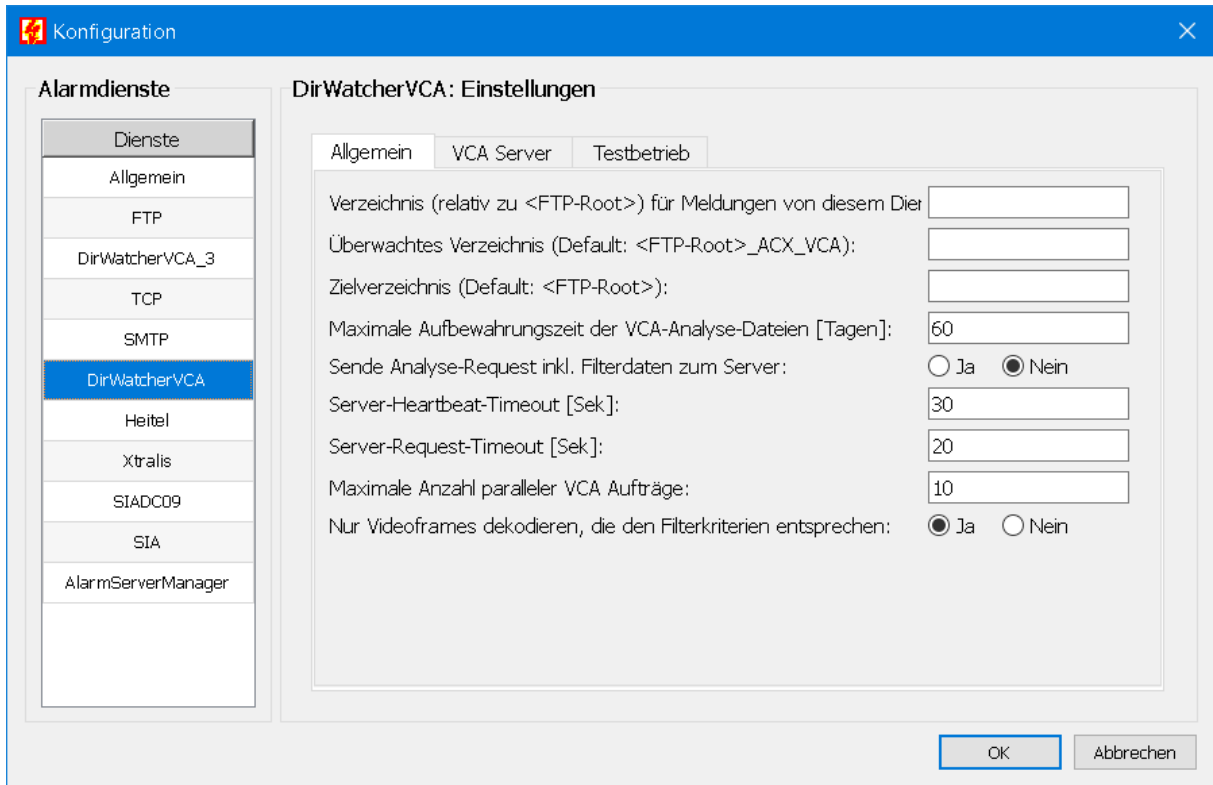
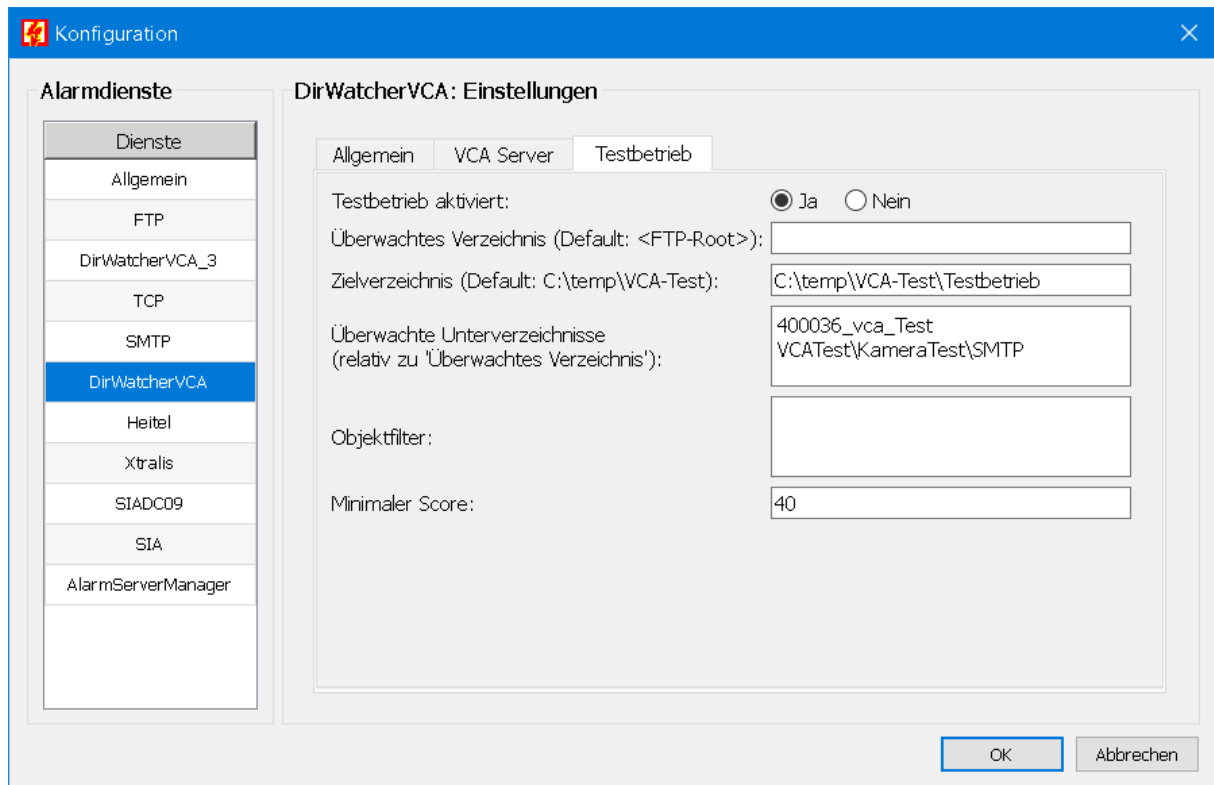

Abbildung 3: Konfigurationsänderung über die Anwendung AlarmServerManagerUi
Abbildung 5: Einstellungen für den Testbetrieb
Die meisten Konfigurationswerte können auch über die Anwendung `AlarmServerManagerUi` eingegeben werden (siehe Abbildung 3 bis Abbildung 5).
- in dem erscheinenden Dialog in der Liste der *Alarmdienste* den Eintrag *DirWatcherVCA* auswählen (siehe Abbildung 3),